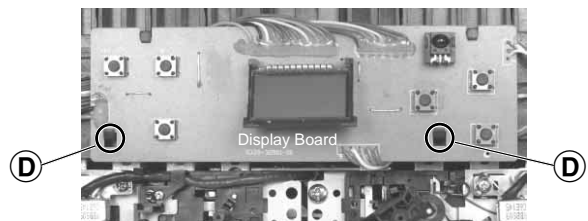

Fig. 3
- 2 Halter (D) (Fig. 3) ausrasten und Display-Platte abnehmen.
- Disengage the 2 lugs (D) (Fig. 3) and remove the display board.
- 2 Halter **D** (Fig. 3) austragen und Display-Platte abnehmen.
- Disengage the 2 lugs **D** (Fig. 3) and remove the display board.